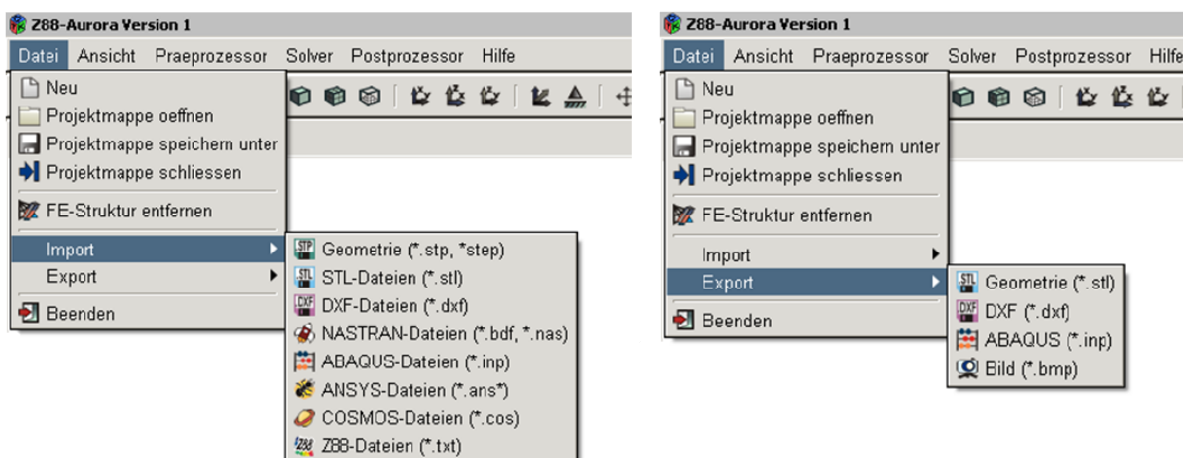

Abbildung 13: Import und Export im Textmenü
1. Über das Textmenü (Abbildung 13)